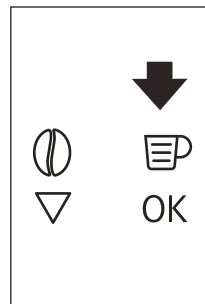
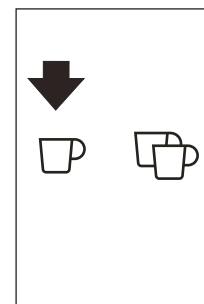
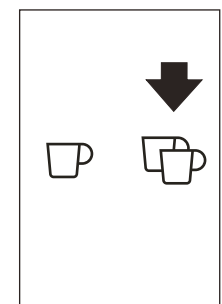

Fig. 18
Fig. 19
Fig. 20
- Appuyez sur l'icône (B5) (Fig. 18) pour sélectionner le type de café : espresso, petite tasse, tasse moyenne, grande tasse, mug. Appuyer sur la touche tactile ☉ (B10) (Fig. 19) si vous voulez faire un café et la touche tactile ☉☉ (B11) (Fig. 20) si vous voulez faire deux cafés. L'appareil va alors moulinner les grains et commence à verser le café dans la tasse. Une fois que la quantité de café a été versée, la machine s'arrête automatiquement de verser et expulse le marc de café dans le tiroir à marc de café.